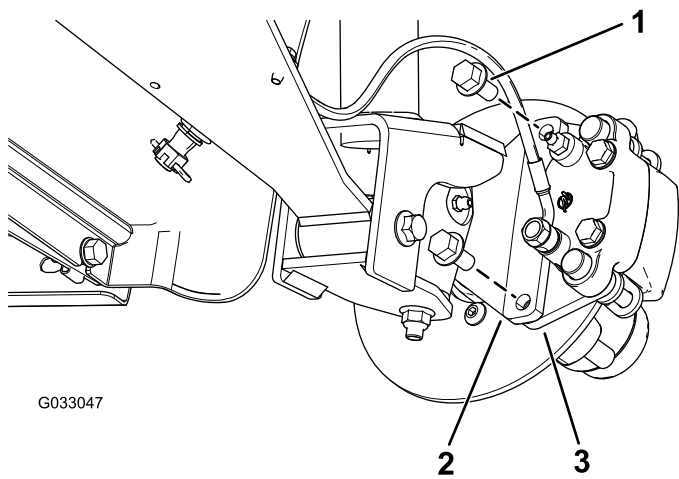

Bild 33
3. Entfernen Sie die Bundkopfschrauben ($\frac{3}{8}$ " x $\frac{3}{4}$ "), mit denen die Halterung für die Bremse an der Spindel befestigt ist, und nehmen die Bremse von der Spindel ab (Bild 33).
2. Fluchten Sie die Bremsbeläge mit jeder Seite des Drehzylinders (Bild 33) und die Löcher in der Bremsbackenhalterung mit den Löchern im Bremsenhalter des Spindelrahmens aus (Bild 37).
3. Befestigen Sie den Bremsbackenhalterung mit den beiden Bundkopfschrauben ($\frac{3}{8}$ " x $\frac{3}{4}$ ") am Spindelrahmen (Bild 33).